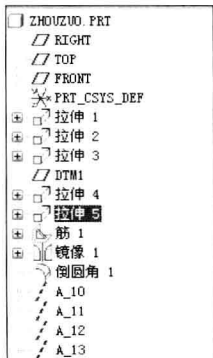
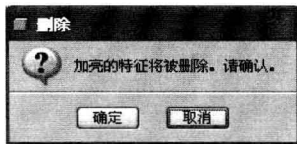

图 1.1.6 模型树
图 1.1.7 “删除”对话框
(6) 修改零件(删除凹槽)。在模型树中单击特征图标“拉伸 5”,此时选中的图形特征加亮以红线显示,右击弹出快捷菜单,如图 1.1.6 所示,选择“删除”命令,如图 1.1.7 所示,单击“确定”按钮。轴承座顶部的孔即被删除。再单击“文件”菜单中的“保存”按钮,将新零件命名为“new-part1”,保存到“D:\资料”中。